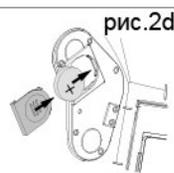

рис.2d
- Вставьте батарею и установите крышку батарейного отсека над батареей на место (см рис.2d).